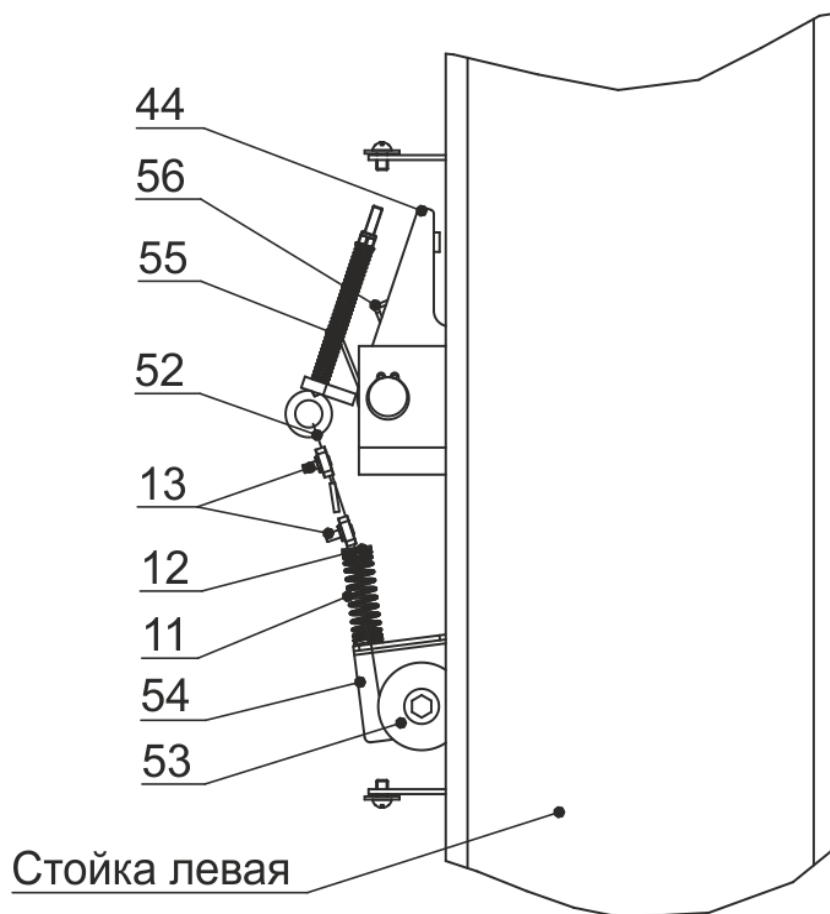

Рисунок 6.4 - Система стопорения кареток
6.6 Установить тросик системы стопорения (рисунок 6.4). Для этого снять крышку, закрывающую стопор-защелку 44 на левой стойке 2, отвернув два винта М6х10. Тросик 52 системы стопорения, закрепленный на правой стойке 1 (с насосной станцией 45), протянуть через блоки, направляющие трубки в перекладине 3 к стойки левой 2 и вывести через блок 53 и отверстие в кронштейне 54 наружу. На свободный конец тросика надеть пружину 11 со втулками 12, выбрать слабины тросика и затянуть зажим 13.